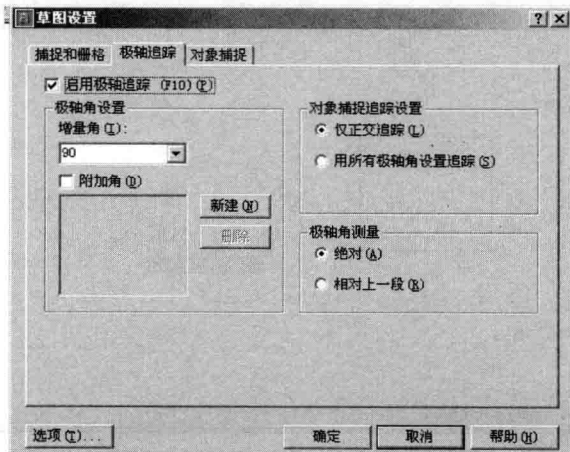

图 1-4 “极轴追踪”选项卡
③ **正交**: 该按钮用来控制是否以正交方式绘图。如果打开此模式,用户就只能绘制出水平或竖直直线。
④ **极轴**: 该按钮控制打开或关闭极坐标捕捉模式。当使用这种模式时,AutoCAD 将根据设定的极坐标角度增量自动计算新的极坐标方向,并在该方向上显示一条辅助线,光标将沿此辅助线移动。通过“草图设置”对话框的“极轴追踪”选项卡来设置捕捉的角度增量,如图1-4所示。